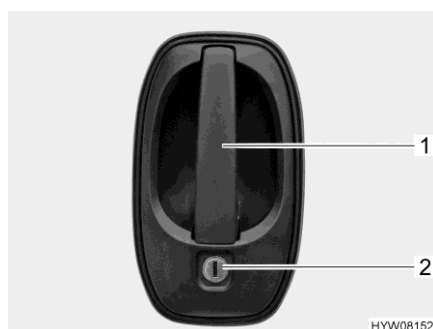

Fig. 53 Serratura della porta (porta conducente/porta del vano abitabile, lato esterno)
- Apertura:* ■ Inserire la chiave nel cilindro della serratura (Fig. 53,2) e ruotare fino a quando la serratura della porta si sblocca.
- Tirare la maniglia della porta (Fig. 53,1). La porta è aperta.
- Bloccaggio:* ■ Inserire la chiave nel cilindro della serratura (Fig. 53,2) e ruotare fino a quando la serratura della porta si blocca.